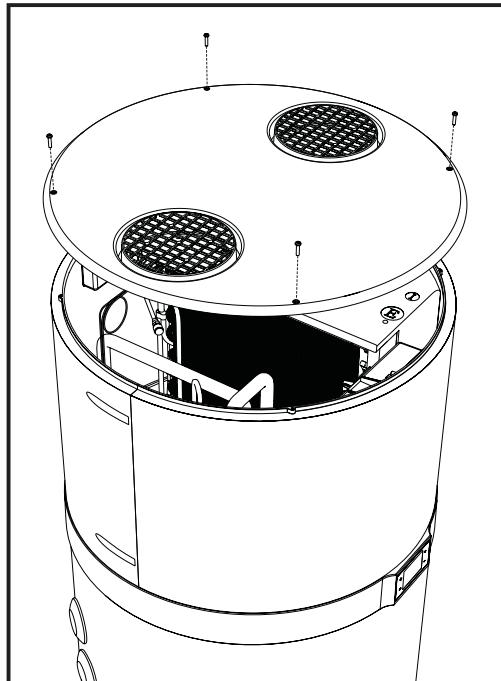

fig. 43 - Retrait du couvercle supérieur
- Retirez le couvercle supérieur en dévissant d'abord les vis de verrouillage (fig. 43).